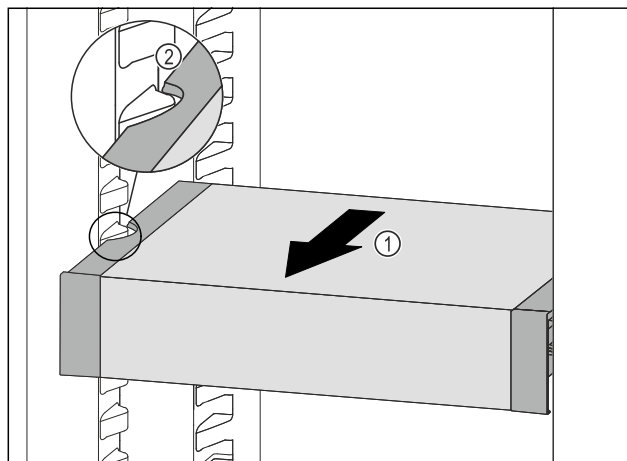

Fig. 248
- ▶ Изтеглете VarioSafe напред Fig. 248 (1), докато страничните прорези на VarioSafe се намират на височината на реброто на съда в хладилната част. Fig. 248 (2)